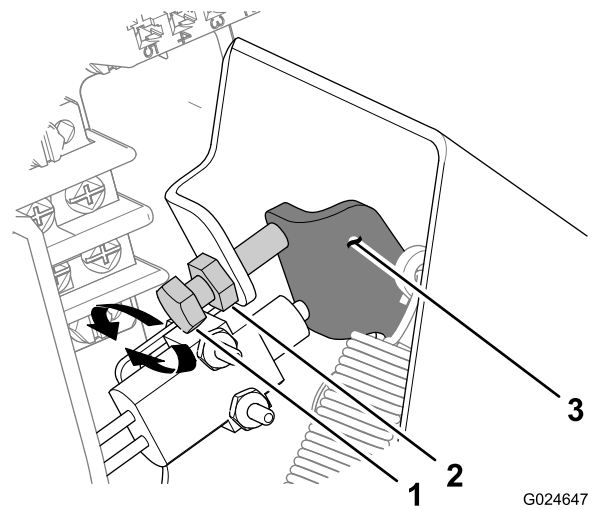

図 89
- A. アクセルペダルストップを固定しているジャムナットをゆるめる 図 89。
- 遊び距離を大きくしたい場合は、右回し 図 89。
- 遊び距離を小さくしたい場合は、左回し 図 89。
C. ジャムナットを締める 図 89。
D. ステップ 1 から 4 をもう一度行ってペダルの遊び距離を測定する 図 89。